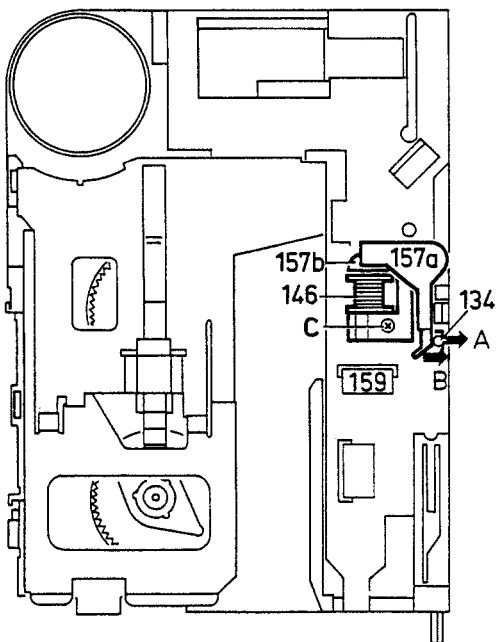

Fig. 18 38507B12
6. Magnet 146 (Bild 18)
- Magnet gemäss Bild 18 einstellen.